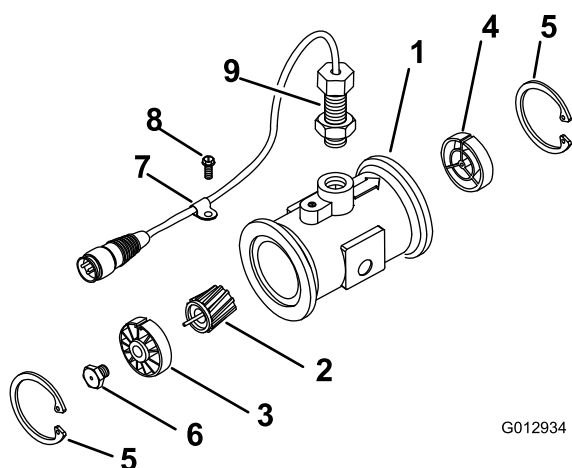

Рисунок 11
3. Снимите стопорное кольцо со стороны входа (Рисунок 11).